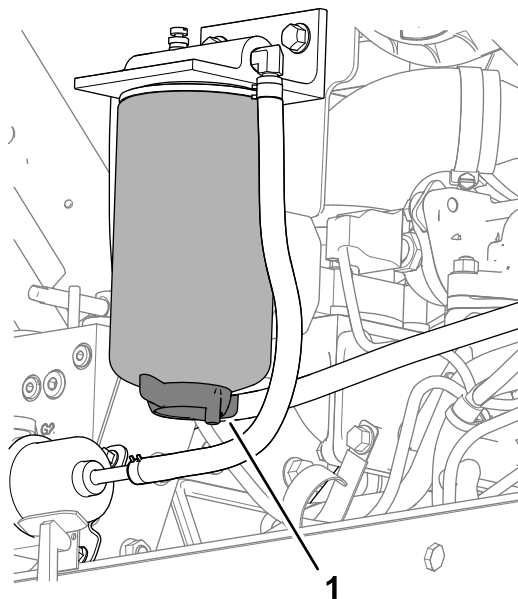

Figura 128
3. Aezăți o tavă de golire sub filtrul separatorului de apă/combustibil (Figura 128).